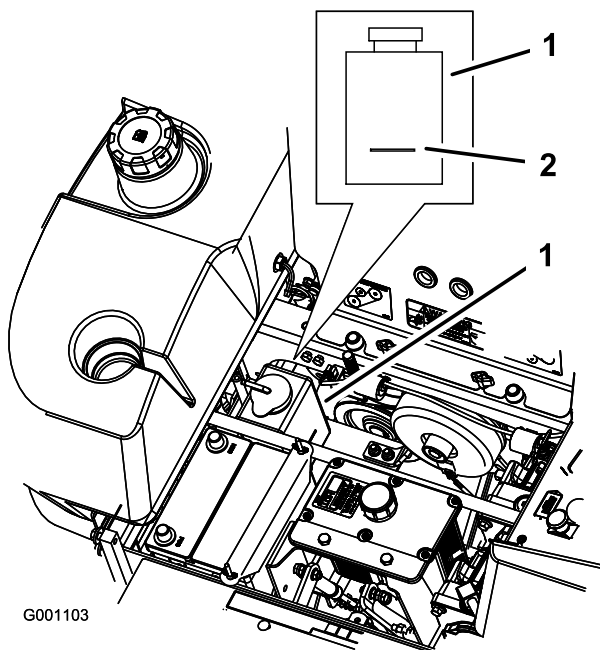

Figure 55
3. Lorsque le moteur est froid, vérifiez le niveau de liquide dans le vase d'expansion. Le liquide doit atteindre la bosse à l'extérieur du vase d'expansion (Figure 55).
4. Si le niveau de liquide est insuffisant, versez un mélange 50/50 d'antigel longue durée/Dex-Cool® et d'eau dans le vase d'expansion (Figure 55).
5. Versez une quantité suffisante de mélange 50/50 dans le vase d'expansion pour atteindre le trait de repère (Figure 55).